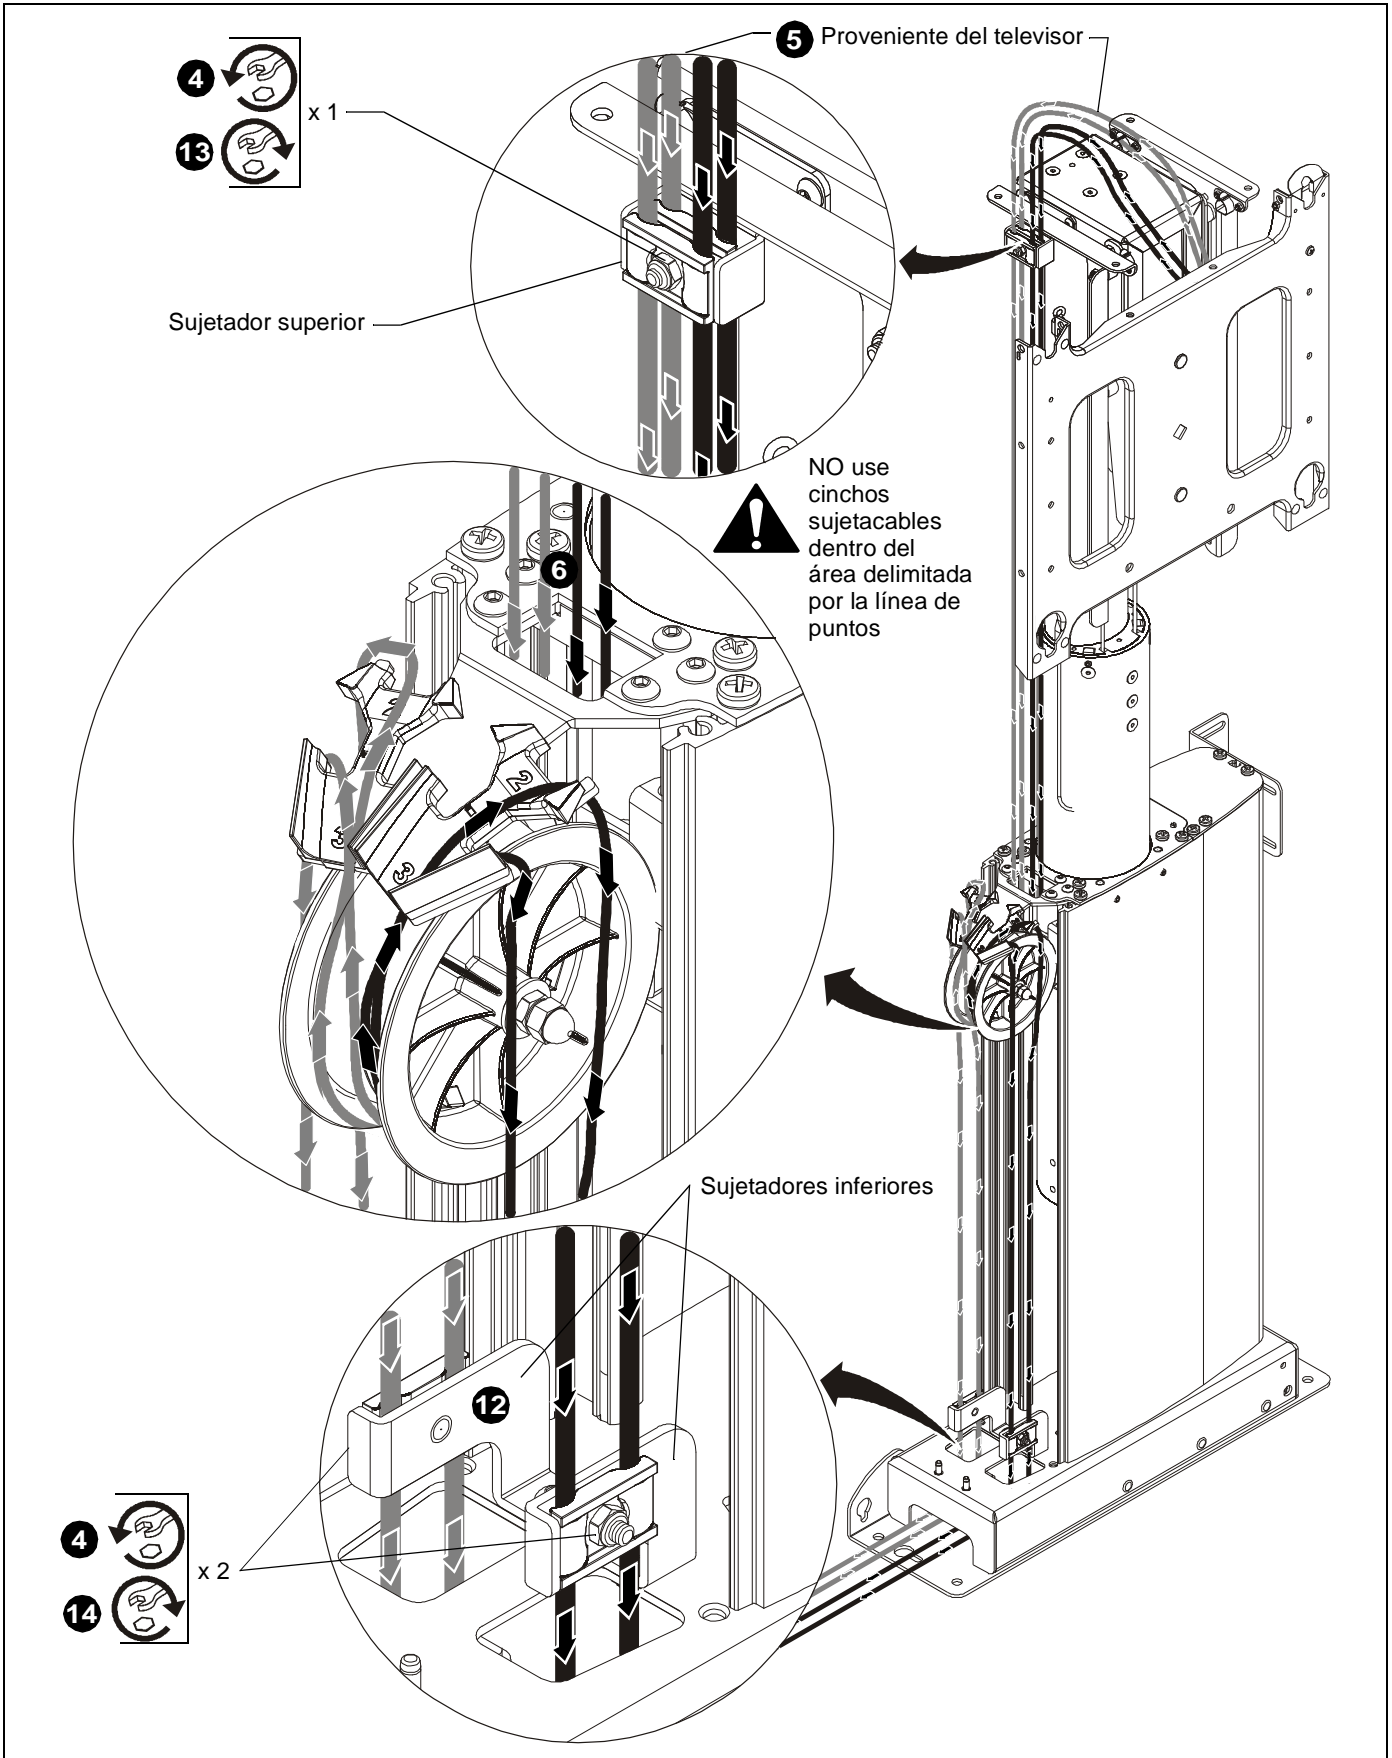
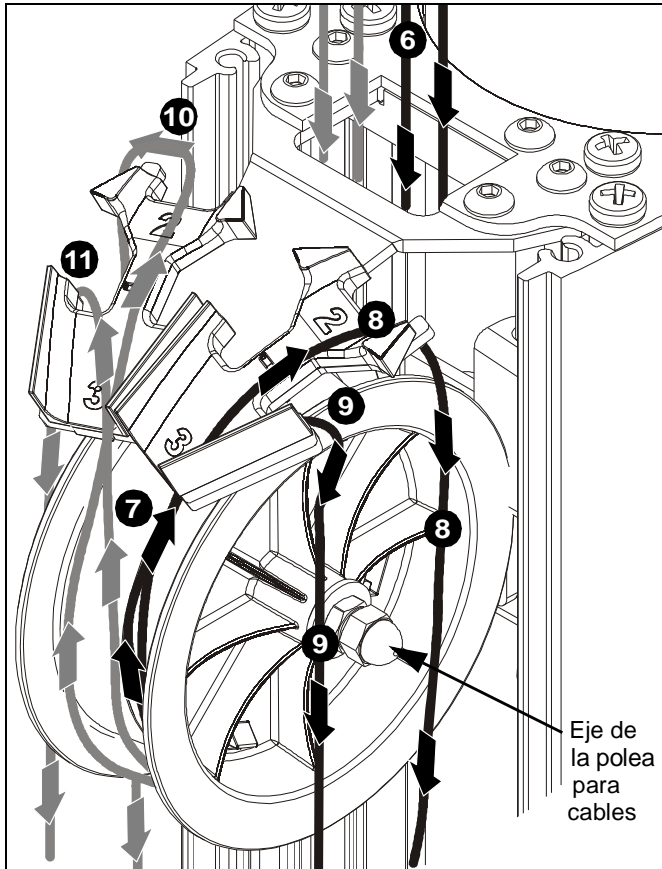

Figura 19
Figura 20
4. Afloje los tres sujetadores de cables. (Consulte la Figura 19)
5. Pase los cables hacia abajo a través del sujetador superior. (Consulte la Figura 19 y la Figura 20)
6. Pase los cables hacia abajo a través del espacio que hay **detrás** de la polea. (Consulte la Figura 19 y la Figura 20)
- Asegúrese de que los cables de la parte trasera del CM2 (gris) queden orientados hacia la parte trasera de la polea. (Consulte la Figura 19 y la Figura 20)
- Asegúrese de que los cables de la parte delantera del CM2 (negro) queden orientados hacia la parte delantera de la polea. (Consulte la Figura 19 y la Figura 20)
7. Pase los cables por debajo de la polea, diríjalos hacia arriba y luego páselos por la **parte superior** de dicha polea. (Consulte la Figura 19 y la Figura 20)
8. Pase un cable proveniente de los sujetadores delanteros (negro) a través de la abertura 2 y diríjalo hacia abajo pasándolo junto al eje de la polea. (Consulte la Figura 19 y la Figura 20)
9. Pase otro cable proveniente de los sujetadores delanteros (negro) a través de la abertura 3 y diríjalo hacia abajo pasándolo del otro lado del eje de la polea. (Consulte la Figura 19 y la Figura 20)
10. Pase un cable proveniente de los sujetadores traseros (gris) a través de la abertura 2 y diríjalo hacia abajo pasándolo junto al eje de la polea. (Consulte la Figura 19 y la Figura 20)
11. Pase otro cable proveniente de los sujetadores traseros (gris) a través de la abertura 3 y diríjalo hacia abajo pasándolo del otro lado del eje de la polea. (Consulte la Figura 19 y la Figura 20)
IMPORTANTE: Verifique que los cables no estén torcidos. Los cables provenientes de la parte delantera (negro) del sujetador superior (consulte la Figura 19) deben quedar en la parte delantera de la polea (consulte la Figura 20) y en la parte delantera del sujetador inferior (consulte la Figura 19). Los cables provenientes de la parte trasera (gris) del sujetador superior (consulte la Figura 19) deben quedar en la parte trasera de la polea (consulte la Figura 20) y en la parte trasera del sujetador inferior (consulte la Figura 19).
12. Continúe y pase los cables hacia abajo a través de los sujetadores inferiores. (Consulte la Figura 19)
14. Comenzando por el sujetador de cables superior y avanzando hacia abajo, tense los cables y ajuste los sujetadores inferiores. (Consulte la Figura 19)